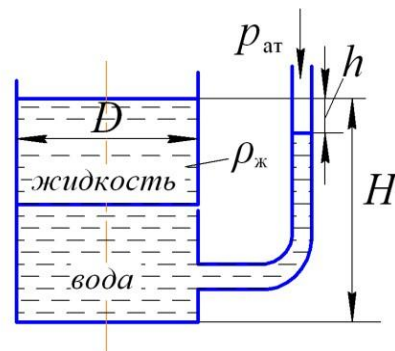

Рисунок 1.28
**Задача 25** (рис. 1.28). В цилиндрический бак диаметром  $D$  до уровня  $H$  налиты вода и жидкость на нефтяной основе. Уровень воды в пьезометре ниже уровня жидкости на величину  $h$ . Определить вес находящейся в баке жидкости, плотность которой задана в исходных данных, приведенных в табл. 25.